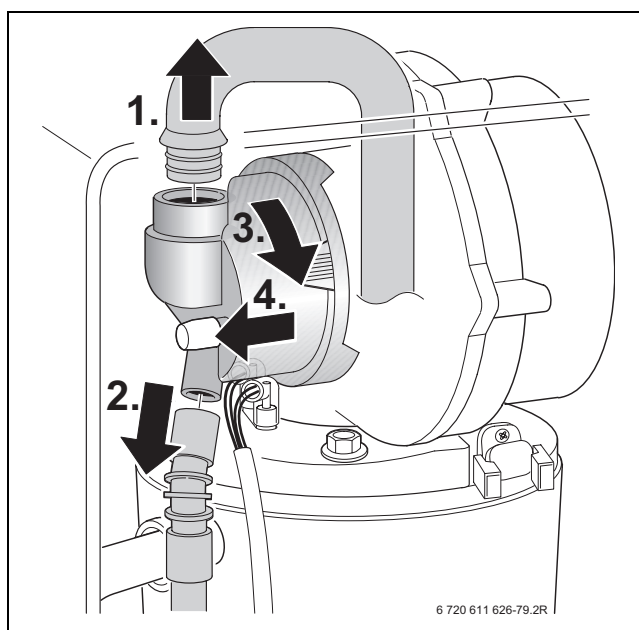
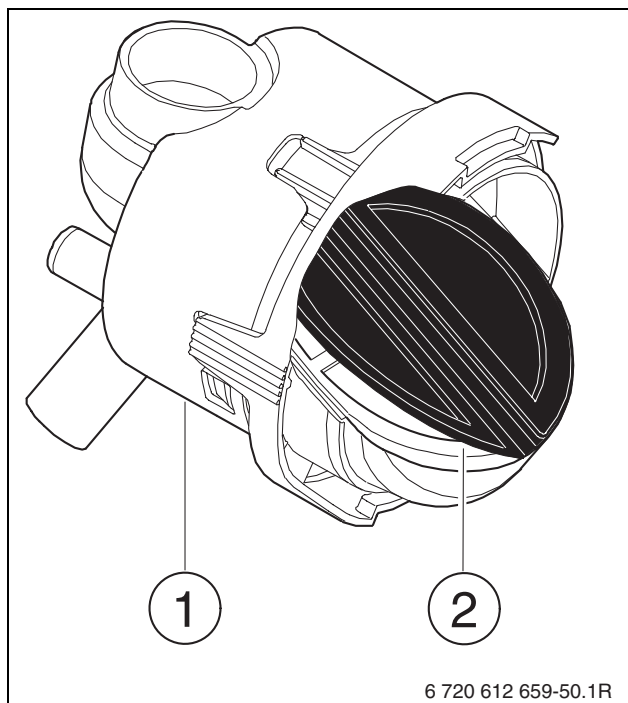

Fig. 42
Fig. 50
- Démonter le tube d'admission d'air et retirer le tuyau à gaz du dispositif de mélange, → figure 42.
- Démonter le mélangeur (fig. 50, [1]) comme indiqué sur la figure 42, pag. 40.